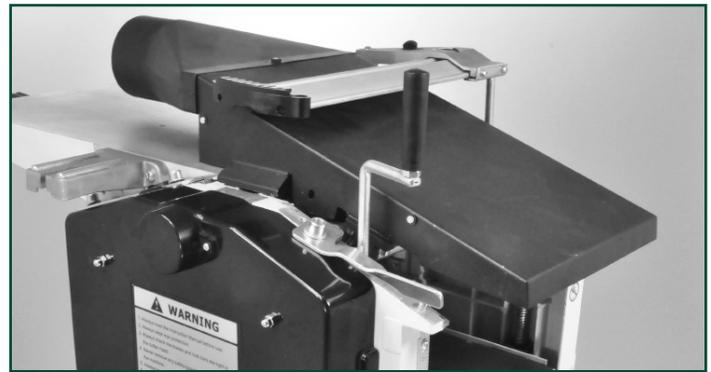

FIG. 37
2. Faites pivoter le capuchon d'éjection de puce vers le haut et au-dessus de la tête de coupe et fixez-le en place en abaissant le garde de lame sur elle pour la sécurité supplémentaire. FIG. 37.